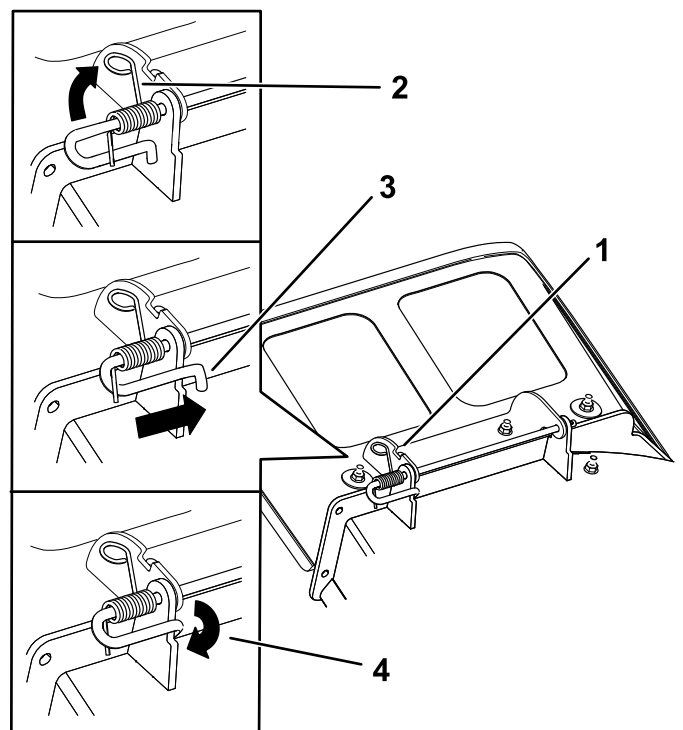

Figura 78
8. Fije el conjunto de varilla y muelle torciéndolo de manera que el extremo corto de la varilla se coloque detrás del soporte delantero que está soldado a la carcasa (Figura 78).
4. Coloque el nuevo deflector de descarga con los extremos de los soportes entre los soportes soldados de la carcasa, según se muestra en la Figura 78.
6. Coloque el muelle en la varilla, tal y como se muestra en la Figura 78, de modo que el extremo más corto del muelle suba desde debajo de la varilla antes de la curva y pase por encima de la varilla después de la curva.
7. Levante el extremo del muelle que tiene bucle y colóquelo en la muesca del soporte del deflector (Figura 78).